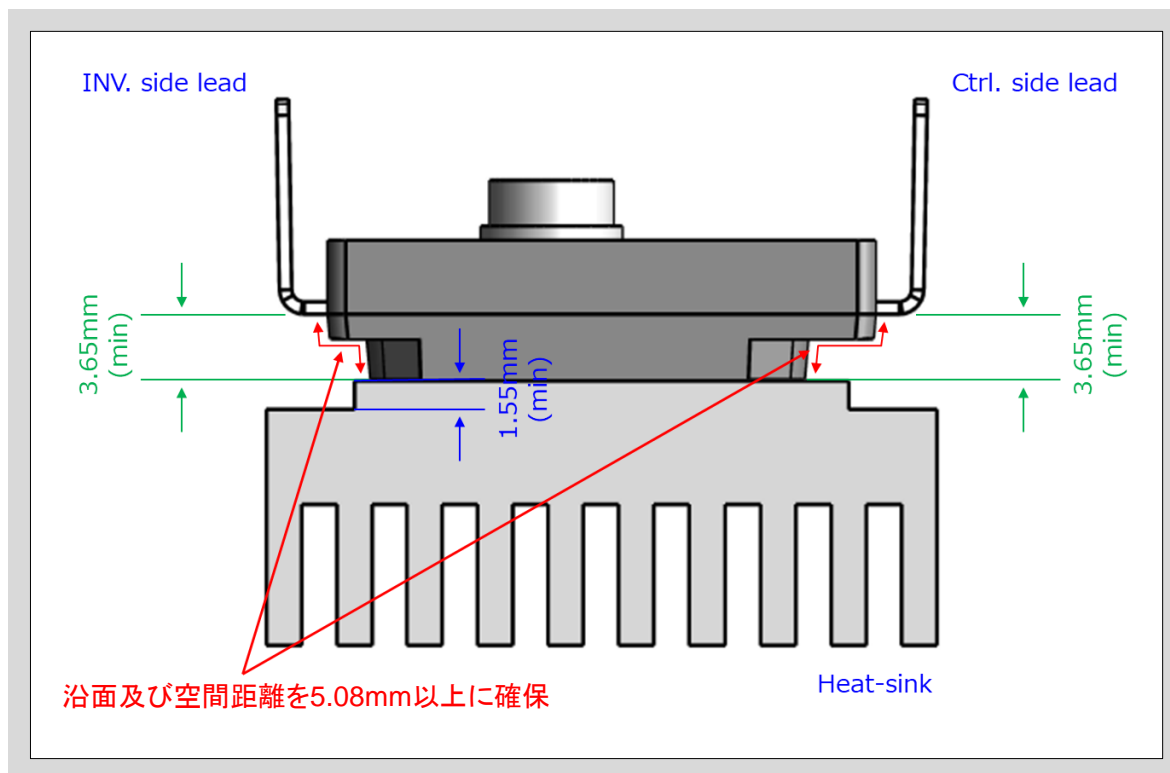

図8-2 ヒートシンクの絶縁距離
- 図8-2のようなヒートシンク加工により、ULに準拠する空間距離、沿面距離5.08mm以上を確保できます。